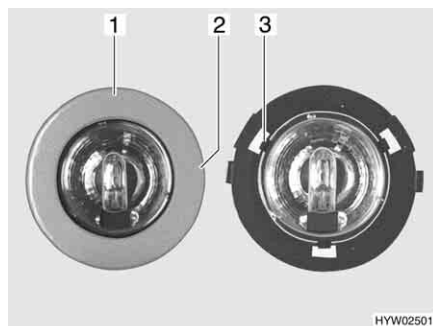

Fig. 253 Lampada alogena a incasso
- Girare lentamente il diaframma (Fig. 253,1) finché il nasello (Fig. 253,2) dell'involucro non si arresta a scatto nella scanalatura sottostante del diaframma.
- Tre graffe (Fig. 253,3) tengono ferma la lastra di vetro della lampada alogena nell'involucro. Spingere di lato una delle tre graffe.